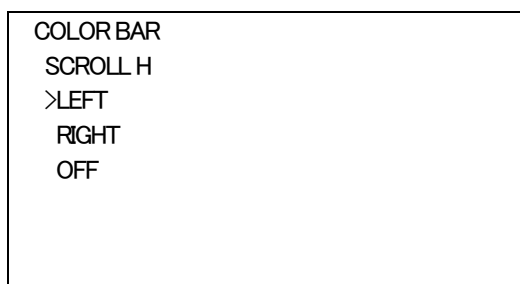

図4-4 オンスクリーンメニュー (SCRL ON/OFF例)
- 1) カラーバーメニューで「SCROLL H」を選択し、**ENTER** ボタンを押すと図4-4のような設定メニューが表示されます。